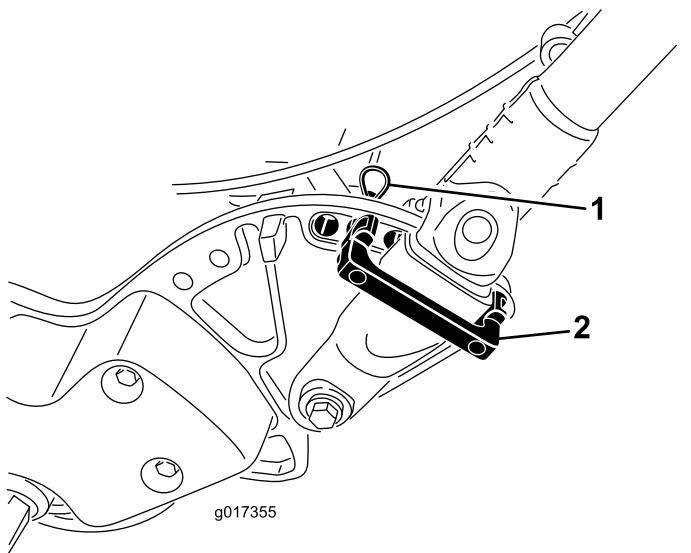

Figura 11
1. Mentre sostenete la stegola, rimuovete le fascette per cavi che fissano i morsetti della stegola alle piastre laterali (Figura 11).
2. Ruotate la stegola nella posizione di funzionamento desiderata, inserite un fermo della stegola sul relativo morsetto e nei fori corrispondenti nella piastra laterale (Figura 11).
3. Mantenete il morsetto in posizione con la coppiglia a forcina (Figura 11).